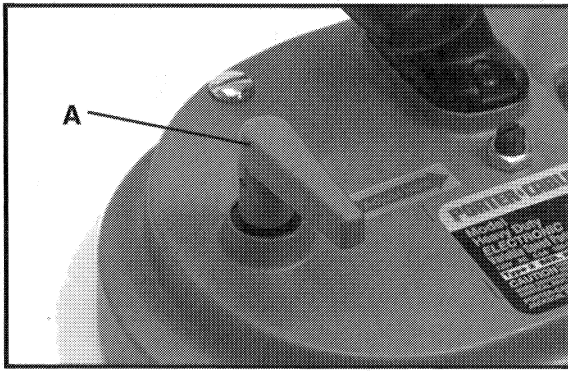

Fig. 2
PARA QUITAR LA HOJA – Dé vuelta al mango (agarradera) (A), Fig. 2, en el sentido de las manecillas del reloj para soltar la tensión de la hoja. Quite la hoja, primero de las poleas y luego de la guía de hoja.
Dé vuelta hasta su límite al mango (agarradera) (A), Fig. 2, en el sentido contrario a las manecillas del reloj. Esto vuelve a aplicar tensión a la hoja de la sierra.